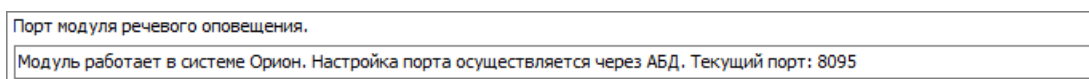

Рисунок 8-187 Порт модуля речевого оповещения
- задать порт модуля речевого оповещения (см. Рисунок 8-187) – может быть отдельно настроен при автономной работе модуля речевого оповещения. В нашем случае такой вариант не рассматривается. В случае отсутствия связи с Центральным Сервером системы параметр будет доступен для редактирования, но если на момент перезапуска связь с Центральным Сервером системы будет установлена, то параметр будет запрошен из Базы данных;